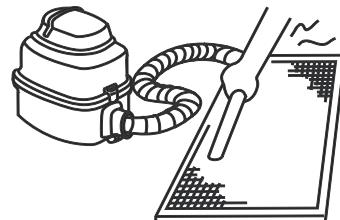

Figura 13.2
- a. In caso di utilizzo di aspirapolvere, il lato di aspirazione dell'aria deve essere rivolto verso l'alto (fare riferimento alla Figura 13.2).